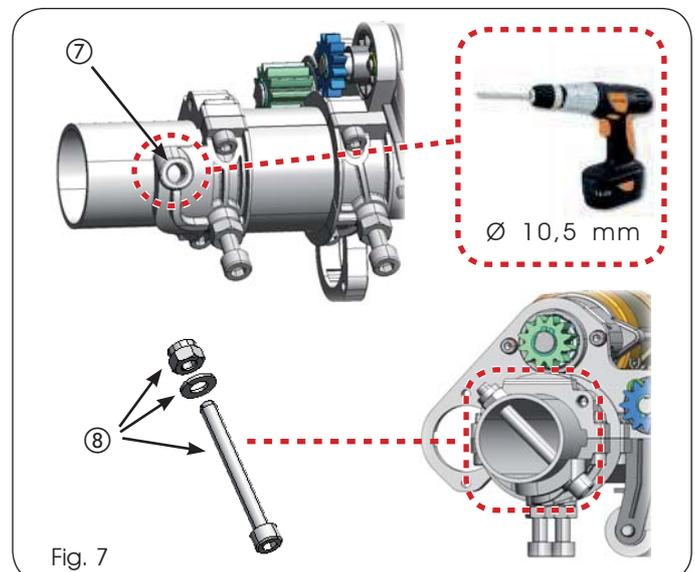

Fig. 7
5. En prenant comme référence le trou sur la bride Fig. 7 réf. (7), réaliser un trou passant (Ø 10,5 mm) sur l'arbre d'enroulement;
6. Introduire dans le trou qu'on vient de réaliser la vis de fixation Fig. 7 réf. (8) en la serrant en appui contre la rondelle et l'écrou de sécurité;